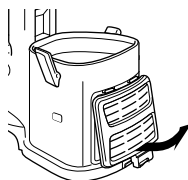

Fig. 22
- 1 Saque la cubierta del filtro del frente de la aspiradora tirando hacia arriba de la pestaña y tirando de la cubierta hacia fuera. **(Fig. 22)**